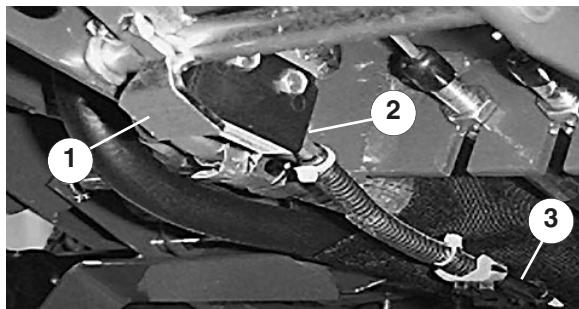

Bild 40
1. Der Abstand zwischen der Drehwellenschaufel der Feststellbremse und dem unteren Teil des Sicherheitsschalters (Bild 40) sollte circa 1,5 mm betragen (die Schaufel darf nicht mit dem Schalter in Berührung kommen.)